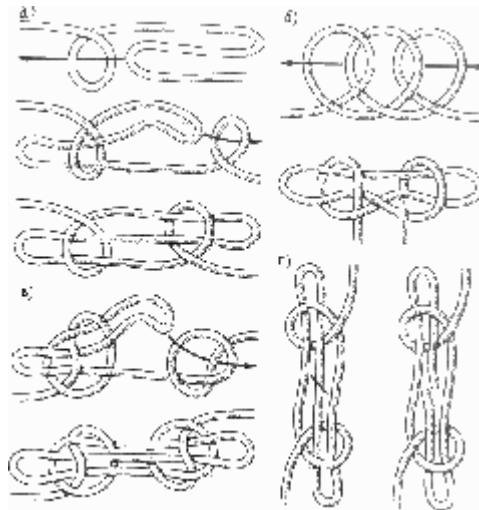

Рис. 113. Колышка
**Колышка (“баранья нога”)** (рис. 113). В английском морском языке этот узел называется “Sheepshank”, что означает “баранья ляжка”. Такое название узел получил у англичан ввиду внешнего сходства его формы с бараньей ногой. В отечественных пособиях по морскому делу он не имеет никакого собственного названия, его просто именуют “узлом для укорачивания троса”.
когда стеньга или брам-стеньга спущены. Укорачивание тросов на время делали и в других случаях. По традиции моряки разрезают трос при исключительных обстоятельствах. А если, например, на судне требуется для какой-нибудь работы 25 метров троса, а под рукой есть свободный кусок длиной 40 метров, то его резать не будут, а укоротят до 25, сделав на нем обычную “баранью ногу” одним из двух способов (рис. 113, я, б). Для большей надежности, чтобы узел при временном снятии нагрузки случайно не развязался, концы его петель можно закрепить сваечным узлом (рис. 113, а).
Узел “колышка” применяется не только с целью укоротить длину троса на время. Его используют и в тех случаях, когда при ответственной операции с тросом (как, например, подъем тяжеловеса) есть сомнения в его прочности: допустим, в одном месте перетерта одна прядь или трос надрезан. Чтобы исключить это место из работы и не подвергать его нагрузке, вяжут колышку. Принцип колышки заключается в том, что место троса, перечеркнутое на рис. 113, г, не участвует в работе троса, который завязан этим узлом. В этом месте под нагрузкой трос можно смело перерезать, и он все равно будет держать груз, на который рассчитан по прочности. Пользуясь этим полезным узлом, не нужно забывать, что он прочен и надежен только под нагрузкой, и как только последняя снята, возникает опасность, что узел распадется. Поэтому перед каждым применением троса с завязанной колышкой узел следует проверять или при вязке узла прикрепить петли к коренным концам схватками.